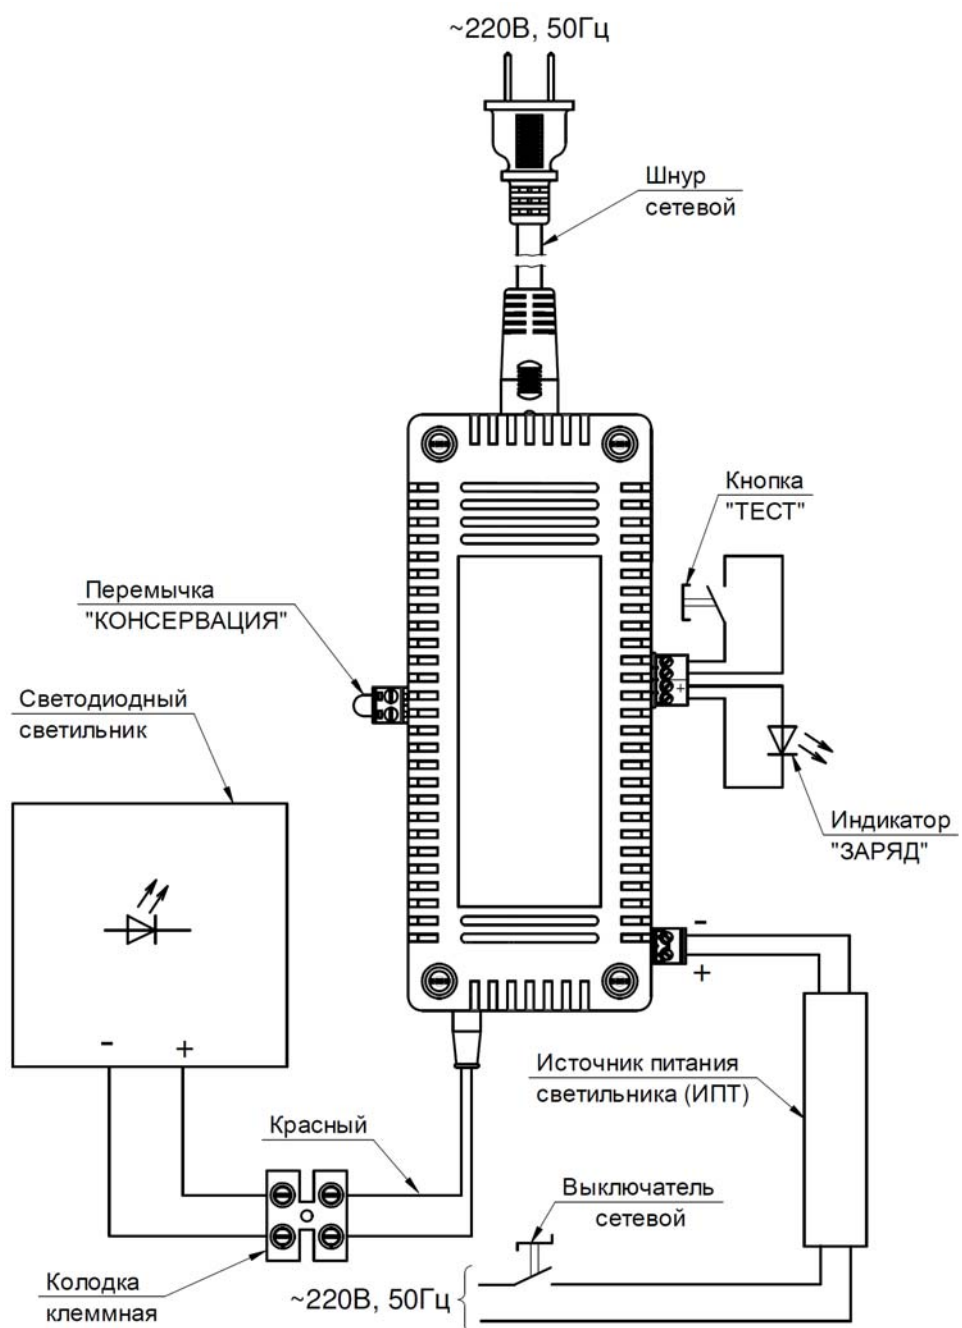

Рисунок 2 – схема подключения изделия
- Включить светильник выключателем (см. рисунок 2), убедиться в его свечении.